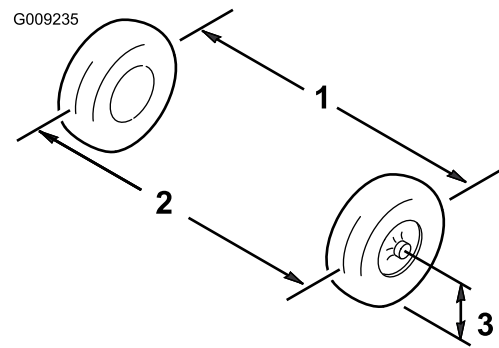

Bild 49
1. Messen Sie den Abstand zwischen beiden Vorderreifen auf Achshöhe (an der Vorder- und Rückseite der Vorderreifen) (Bild 49).